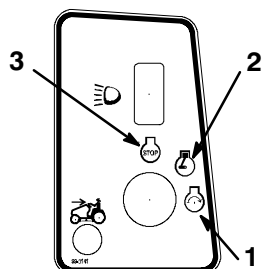

Figure 9
5. Tournez la clé de contact dans le sens des aiguilles d'une montre et maintenez-la en position de démarrage (Fig. 9). Relâchez-la quand le moteur démarre.
2. Tournez la clé de contact en position contact coupé et enlevez-la (Fig. 9).